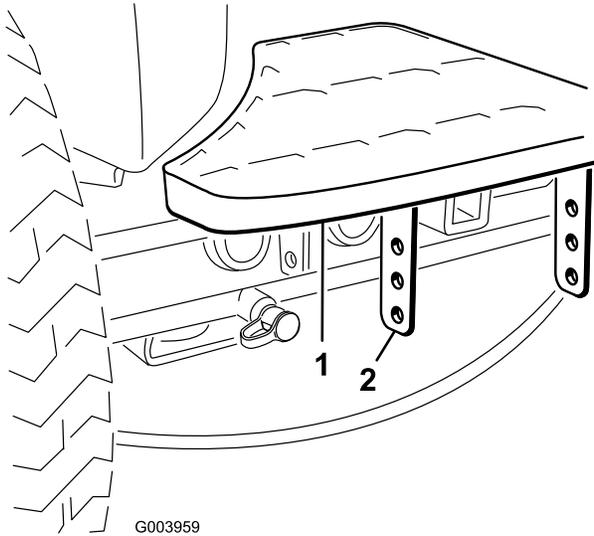

Figure 2
1. Retirez les 2 boulons et écrous de fixation des supports du marchepied au châssis du groupe de déplacement (Figure 2)